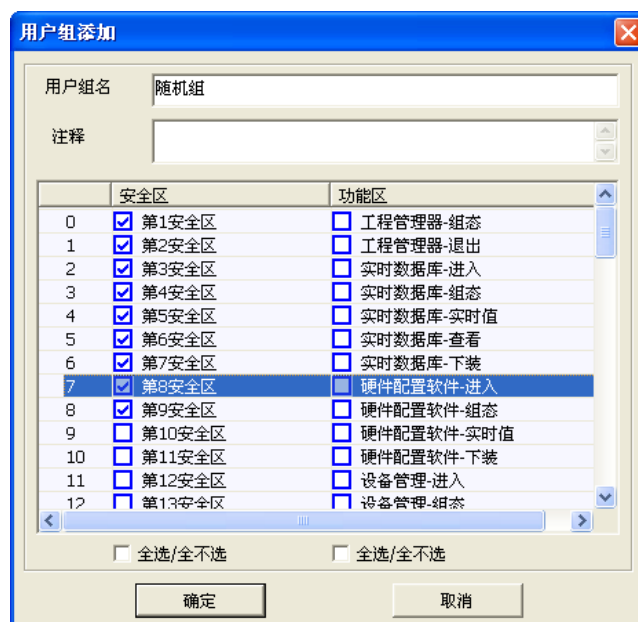

图 7-12 用户组添加
(5) 选定需要创建用户的组，在操作显示区空白处右键选择“添加用户”，弹出添加用户窗口，进行设置，如图 7-12 所示。点击确定，在操作显示区显示该用户，如图 7-13 所示。